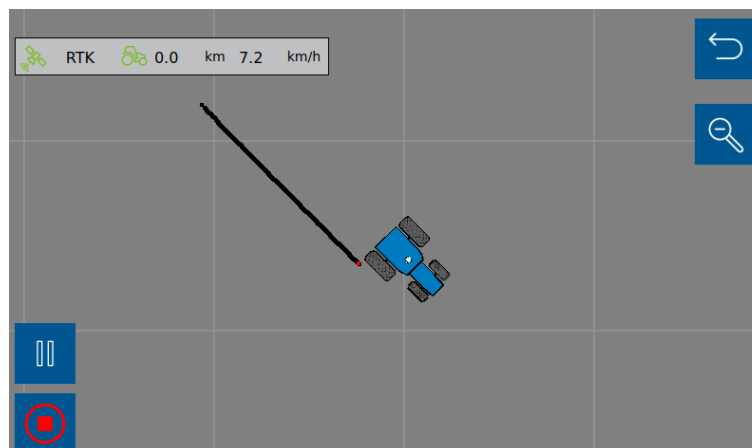

Figura 105 - Pré-visualização da gravação do limite
- F) Prévia do limite : O ícone só será ativo após a inicialização da gravação do limite, com isso o operador tem uma prévia de visualização do limite, Figura 105.